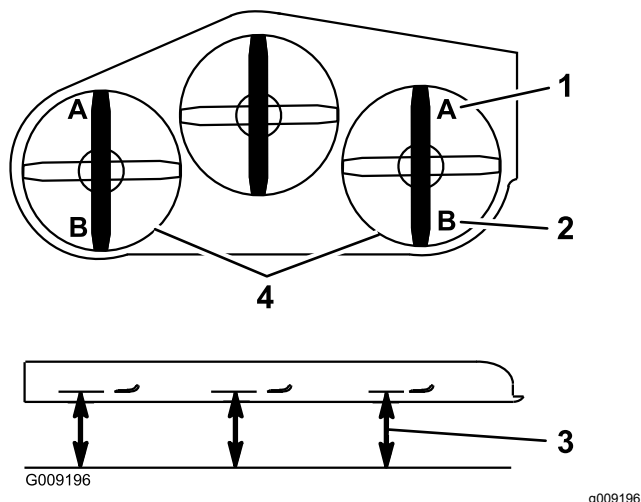

**Figura 96**
5. Empuje el pedal de elevación de la carcasa hacia delante del todo; la carcasa se enganchará en la posición de transporte de 14 cm (5½") (Figura 96).